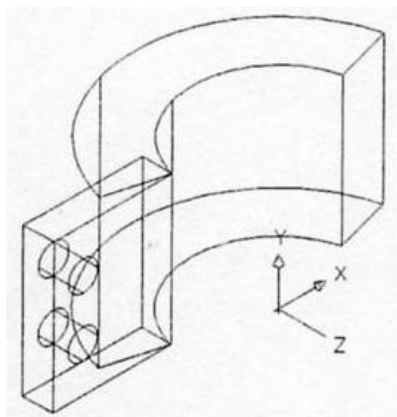

图 11-41 差集去除两个孔圆柱体
选择对象: 找到 1 个	//选择图 11-41 所示的长方体
15、差集效果如图 11-41 所示。选择【修改】/【三维操作】/【三维镜像】命令, 命令行提示如下。
选择对象: 指定对角点: 找到 1 个	//选择图 11-41 所示的差集形成的实体